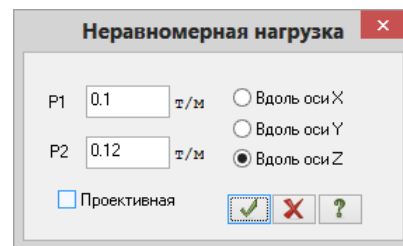

Рис.5.21. Диалоговое окно **Неравномерная нагрузка**
- В диалоговом окне **Задание нагрузок** щелчком по кнопке трапецевидной нагрузки на группу стержней вызовите диалоговое окно **Неравномерная нагрузка** (рис.5.21).